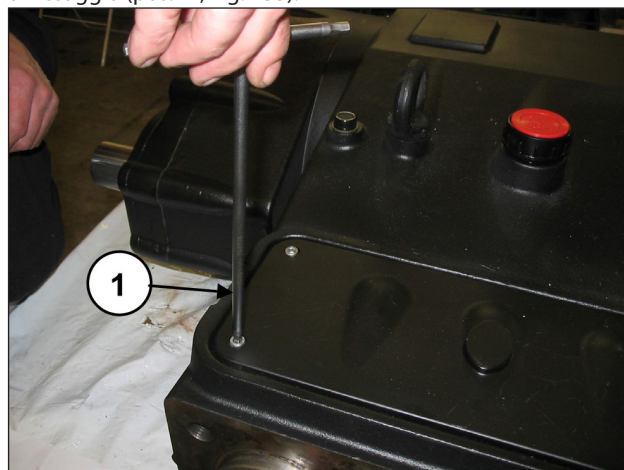

Fig. 133
Rimuovere il coperchio di ispezione superiore svitando le 4 viti di fissaggio (pos. ①, Fig. 133).